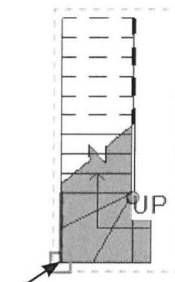

Fig. 10.45. *Move*.
- Stå igen i (03) Stueplan i *Project Browseren*.
- Klik på trappens hjørne (Fig. 10.45).